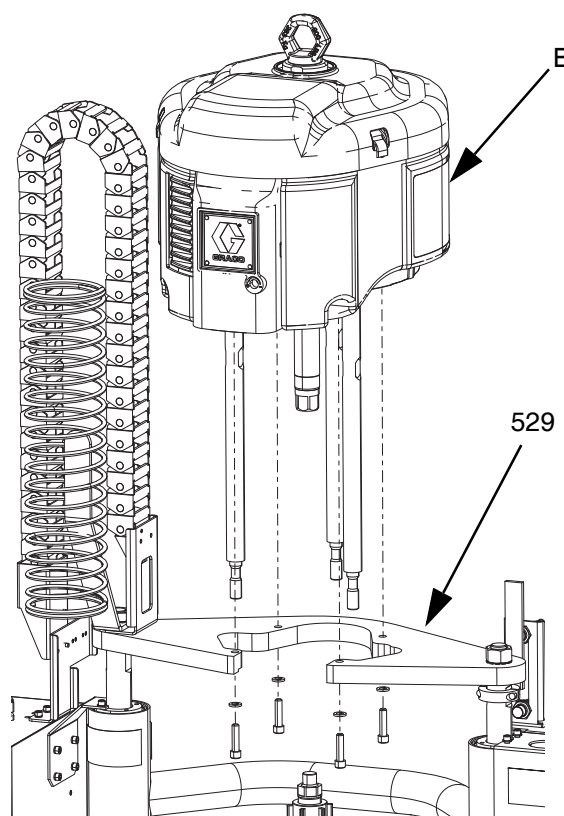

FIG. 46: Desconexión del motor neumático
6. *Elevadores D60 de 7,6 cm (3 pulg.):* desconecte el motor neumático: quite los tornillos y las arandelas que fijan el motor neumático (B) al soporte de montaje. Vea la FIG. 46.